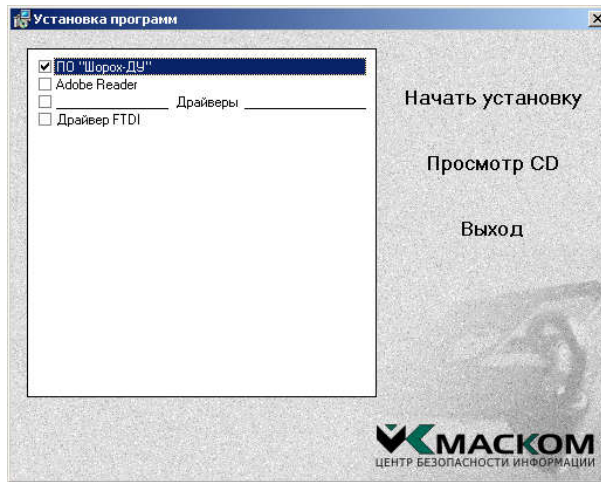

Рисунок 1 - Окно утилиты «Install.exe»
3.3.1 Для упрощения процесса установки служит утилита «**Install.exe**», запуск которой позволяет в интерактивном режиме выбрать и выполнить установку необходимых компонент ПО «Шорох-ДУ» (Рисунок 1). Установка непосредственно программы «Шорох-ДУ» потребует до 10 МБ памяти жесткого диска.